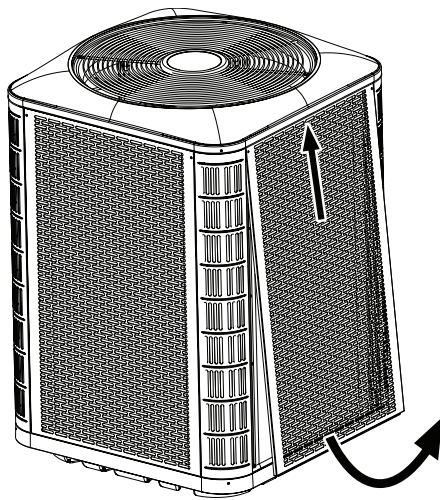
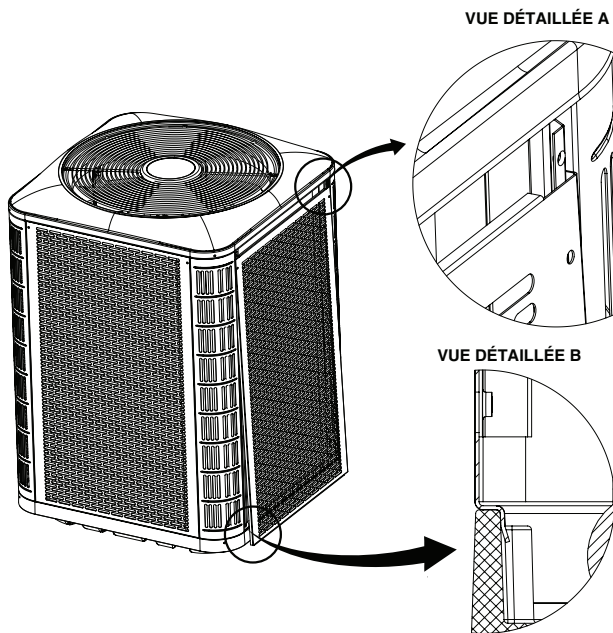

Figure 2. Désassemblage du panneau
Figure 3. Installation du panneau
- Pour accéder aux composantes internes de l'appareil, consultez la Figure 2, \(page 6\) pour désassembler le panneau et la Figure 3, \(page 6\) pour installer le panneau.
2. Glissez le panneau vers le haut et le bac supérieur pour dégager la bride inférieure du bac inférieur. Voyez la Figure 2.
1. Insérez les coins supérieurs des brides latérales du panneau dans les rainures du montant de coin, tel que montré au Détail A de la Figure 3.